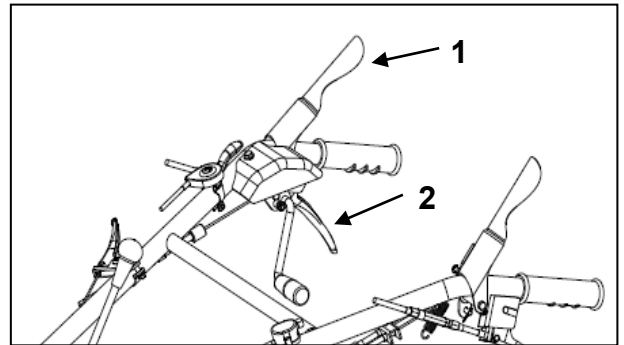

Figura 8
- Empuje hacia abajo la palanca del embrague de la cuchilla (1, Figura 8) y luego acople lentamente la palanca de tensión de la cuchilla (2, Figura 8).